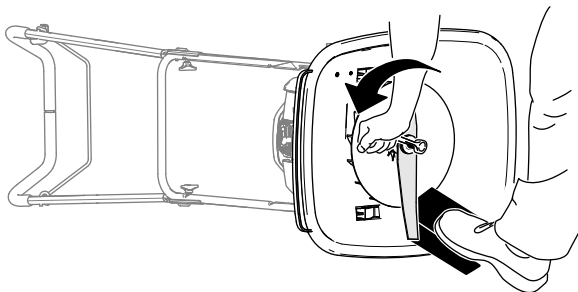

Bild 30
4. Stabilisieren Sie das Messer mit einem Holzblock (Bild 30).